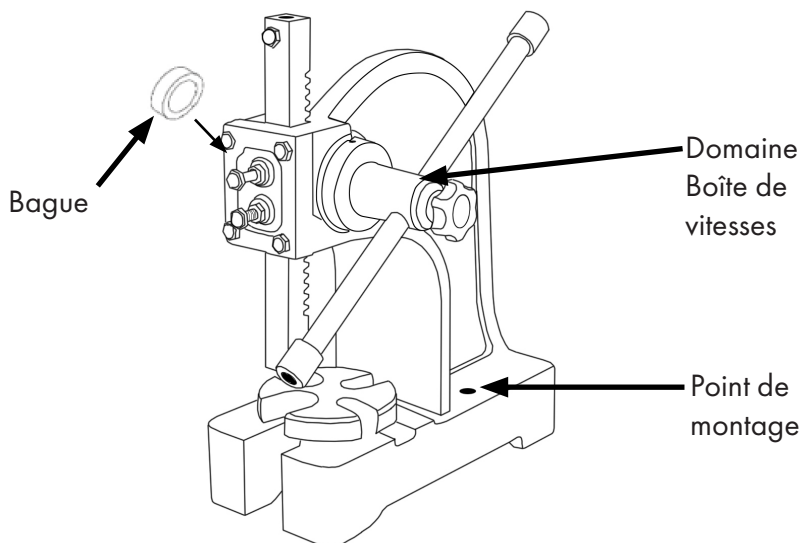

Figure 2
- Insérez la partie dentée de la poignée dans le côté de la presse à mandriner, comme indiqué dans la figure 2
- Faites glisser la bague sur l'extrémité saillante de la roue dentée, comme indiqué dans la figure 2